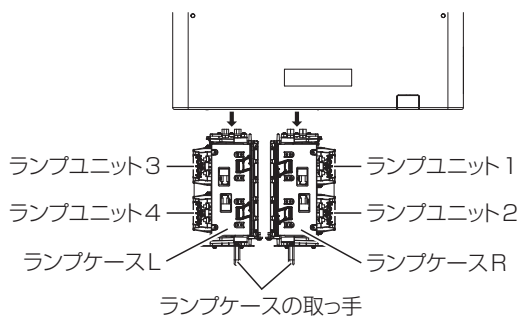

図 3
- ii) 交換する側のランプケースの取っ手を持って後面方向に引き出します。(図3)